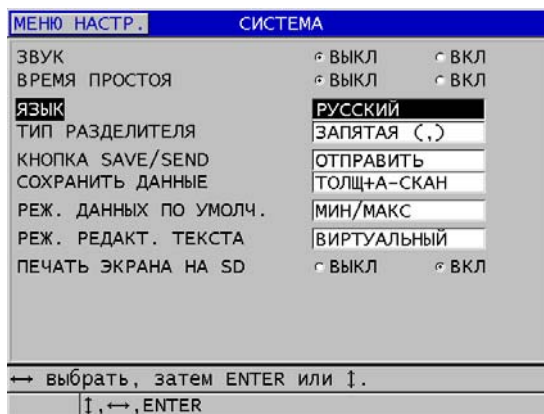

Рис. 4-1 Выбор языка пользовательского интерфейса
3. В диалоговом окне **СИСТЕМА** (см. Рис. 4-1 на стр. 46):